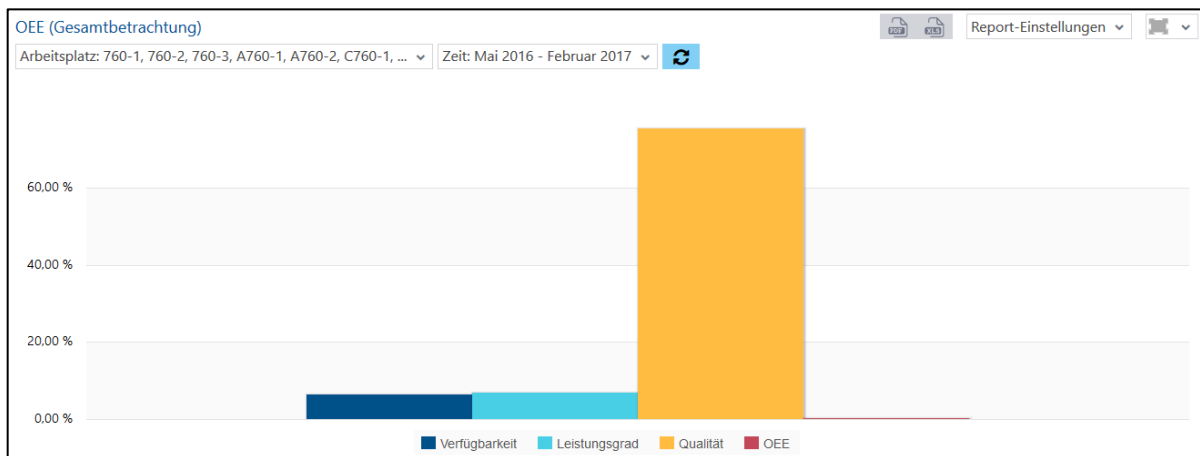

Bild 39: OEE (Gesamtbetrachtung) als Säulendiagramm
- OEE-(Gesamtbetrachtung) als Säulendiagramm (Bild 39):